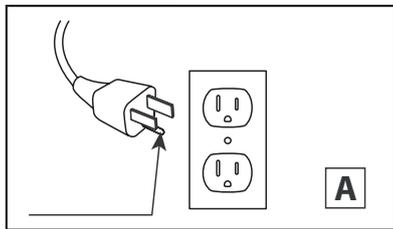

Fig. 1
12. Brancher uniquement dans une prise de courant munie d'une mise à la terre. Cet appareil de chauffage a été conçu pour être utilisé sous une tension de 120 V. La fiche du cordon est montrée à la figure 1 en A. Ne pas utiliser d'adaptateur de 3 broches à 2 broches. Ne jamais utiliser avec une rallonge ou une barre d'alimentation (multiprises).